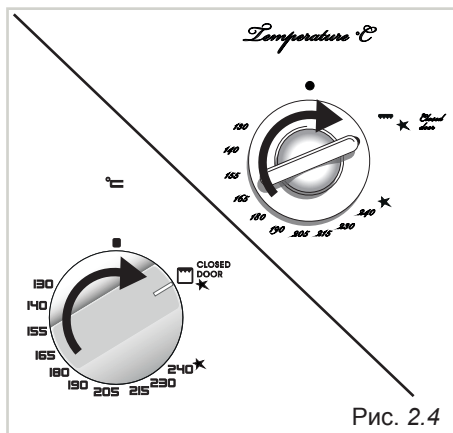

Рис. 2.4
2. Слегка нажмите и поворачивайте ручку термостата по часовой стрелке до положения "☐★" или "☐★" (Рис. 2.4), затем глубоко вдавите ручку для активации функции электрического зажигания и откройте подачу газа.